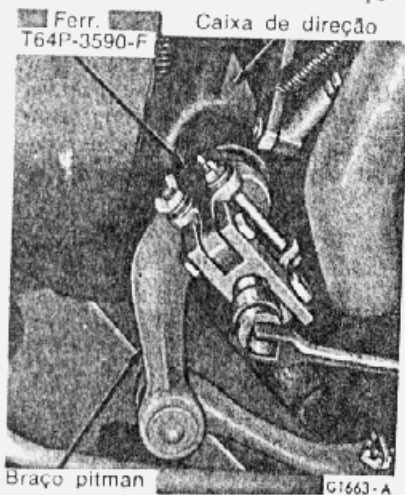

fig. 4 — desmontagem do braço pitman
2. Remover a porca e a arruela que fixam o braço Pitman ao eixo do setor. Usar a ferramenta T64P-3590-F (fig. 4) para remover o braço Pitman do